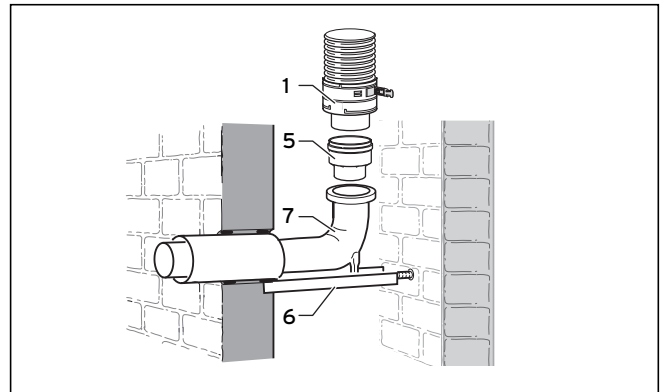

Рис. 6.57 Концентрическое подсоединение к гибкому выпускному газопроводу
- Монтируйте концентрический шахтный патрубок (см. рис. 6.57).